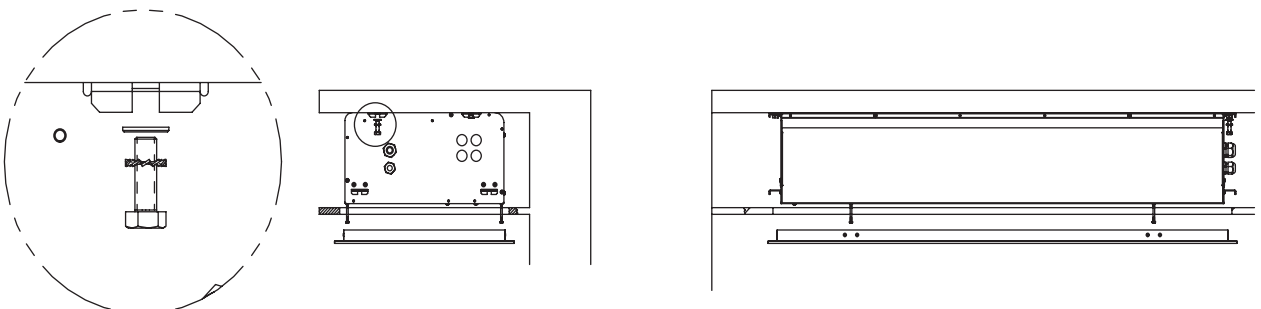

Fig. 5
A continuación, colocar la cortina y nivelar con las placas del falso techo, de forma que si colocamos la reja mediante los tornillos (A) Fig. 5, ésta quede adaptada al techo.
Next, fit the curtain, making sure it is level with the plates of the false ceiling, so that when the grille is fitted with the bolts (A) Fig. 5, it will fit to the ceiling.